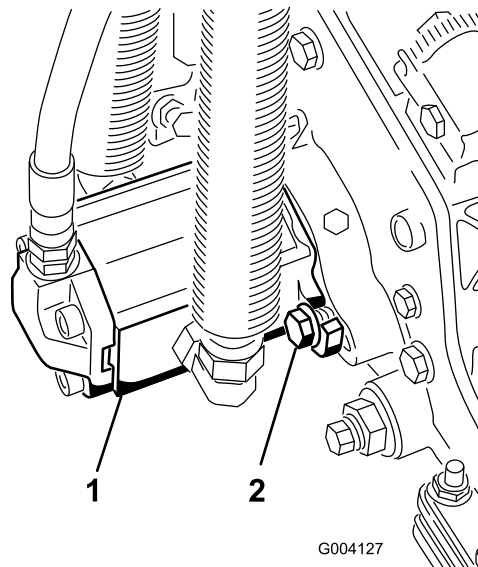

Bild 13
16. Montieren Sie den Motor; drehen Sie ihn nach rechts, damit die Motorflansche nicht die Schrauben berühren (**Bild 13**).